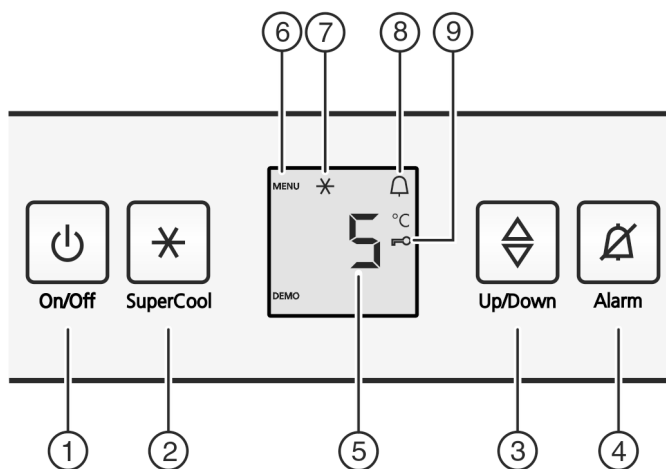

Fig. 2
- ▶ Нажать кнопку On/Off Fig. 2 (1).
- ▶ Нажмите кнопку «SuperCool» Fig. 2 (2) и удерживайте ее прим. 5 секунд.
- ▷ На индикаторе будет отображаться символ «Меню» Fig. 2 (6).
- ▶ Для подтверждения нажать и отпустить кнопку «SuperCool» Fig. 2 (2).
- ▷ На индикаторе горит символ «Защита от детей» Fig. 2 (9).
- ▶ Нажать и отпустить кнопку «On/Off» Fig. 2 (1).
- ▶ Нажмите кнопку Alarm Fig. 2 (4).
- ▶ Активация модуля регулировки температуры: нажмите кнопку настройки Fig. 2 (3).
- ▶ Температуру меняйте степенями по 1 °C: нажимайте кнопку настройки Fig. 2 (3) до тех пор, пока на индикаторе температуры не будет высвечена требуемая температура.
- ▶ Коротко нажмите кнопку SuperCool Fig. 2 (2).
- ▷ На индикации горит символ SuperCool Fig. 2 (7).